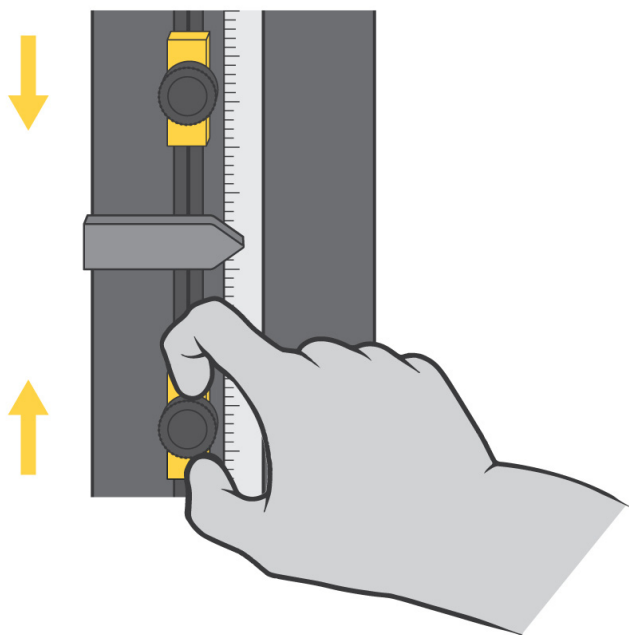

図23. リミットストップの設定
クロスヘッドのリミットストップは、109 ページの図 23 に示すように、試験機のコラム内にあるリミットスイッチ ロッドに取り付けられている調整可能な 2 つのブロックです。リミットストップ (1 および 2) には手で締めたり緩めたりするちょうねじが付いており、リミット ロッド上の任意の位置に移動することができます。クロスヘッドオーバートラベルを防ぐには、試験パラメータを少し越えた所にこれらのストップを位置決めしてください。クロスヘッドが最大プリセットトラベルに達すると、リミットスイッチアクチュエータ (3) がこれらのストップの 1 つと接触します。リミットアクチュエータとリミットストップ間の接触によりリミットスイッチ ロッド (4) が移動し、リミットスイッチが作動します。これによりクロスヘッド動作は停止します。